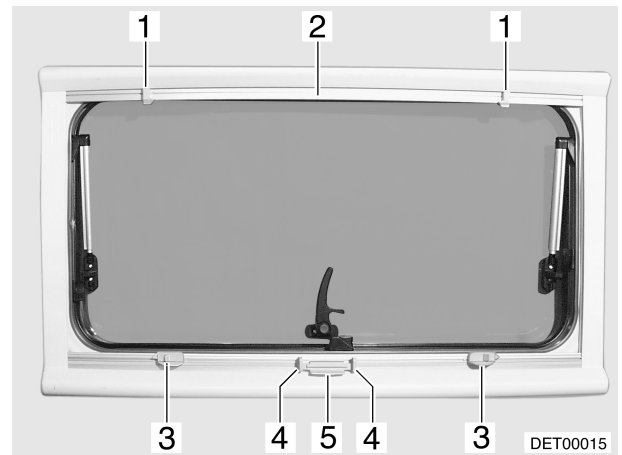

Bild 36 Ausstellfenster (Variante 2)
- Griff (Bild 36,4) zusammendrücken, das Verdunklungsrollo (Bild 36,5) von unten nach oben bis zur gewünschten Raststellung ziehen.
- Griff (Bild 36,4) zusammendrücken und Verdunklungsrollo (Bild 36,5) zurückführen.
- Insektenschutzrollo (Bild 36,2) nach unten ziehen, bis es am Verdunklungsrollo (Bild 36,5) anstößt.
- Die Verschlussriegel (Bild 36,1) in die Verriegelung (Bild 36,3) einrasten.
- Beide Verriegelungen (Bild 36,3) gleichzeitig lösen.